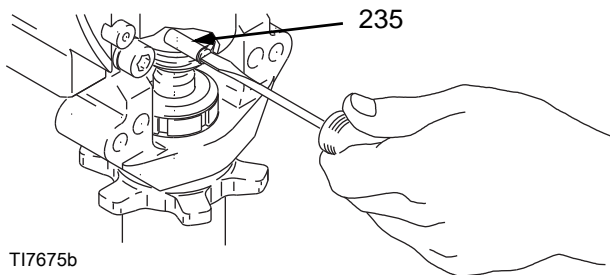

FIG. 16
5. FIG. 16. Csavarhúzó segítségével nyomja fel a rögzítőrugót majd lökje ki a pecket (235).
2. FIG. 16. Nyomja be a pecket (235) a lyukba. A rögzítőrugót nyomja be a csatlakozórúd körüli horonyba.